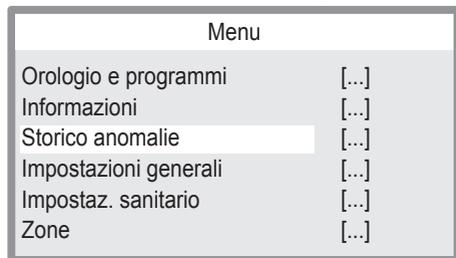

Figura 3.20
- Premere i tasti 12 o 13 (Figura 3.18) per selezionare il menu desiderato (Figura 3.20).